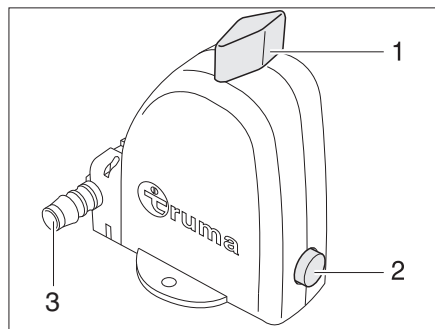

Fig. 340 Válvula de seguridad/purga de la caldera - Posición de funcionamiento
La caldera está equipada con una válvula de seguridad/purga (Fig. 340). La válvula de seguridad/purga evita que el agua de la caldera se congele cuando no esté conectada la calefacción en caso de helada.
- ▷ El tubo de vaciado (Fig. 340,3) de la válvula de seguridad/purga debe estar siempre exento de ensuciamientos (p.ej. follaje, hielo).
- Girar el botón giratorio (Fig. 340,1) en 90° longitudinal a la válvula de seguridad/purga.
El pulsador (Fig. 340,2) salta afuera. La caldera se vacía hacia fuera a través del tubo de vaciado (Fig. 340,3) de la válvula de seguridad/purga
- Girar el botón giratorio (Fig. 340,1) en 90° transversal a la válvula de seguridad/purga.
- Presionar el pulsador (Fig. 340,2).